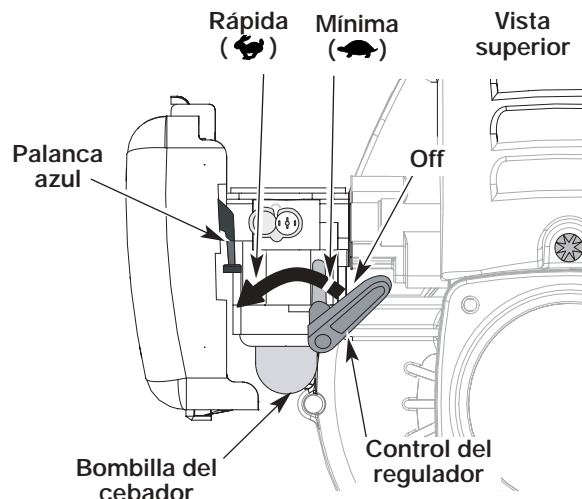
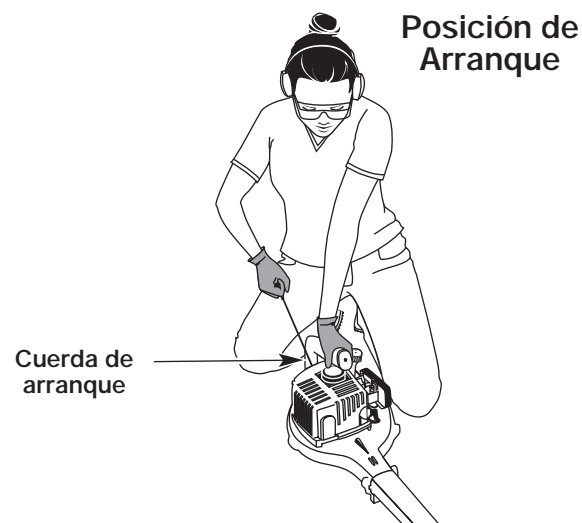

Fig. 2
Fig. 4
ADVERTENCIA: Evite los arranques accidentales. Esté en posición de arranque cuando hale la cuerda (Fig. 4).
4. Ponga la unidad en la posición de arranque (Fig. 4). Coloque el control del regulador en la posición de **RÁPIDA** (👉) (Fig. 2).
1. Para apagar el soplador, mueva la palanca de control del regulador todo hacia la derecha, más allá de la posición de baja en vacío (👈) hasta que sienta un clic. Cerciérese de mover la palanca hasta el retén de la extrema derecha para apagar la unidad (Fig. 2).